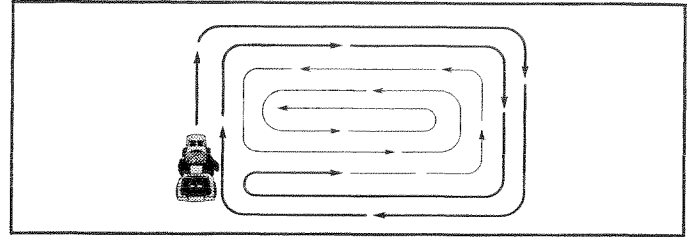

FIG. 10
- Al segar las áreas grandes, empiece girando a la derecha de modo que los recortes se descarguen, alejándose de los arbustos, cercos, entradas de automóviles, etc. Después de una o dos vueltas, siegue en la dirección opuesta, haciendo virajes a la izquierda, hasta que termine. (Vea la Fig. 10)